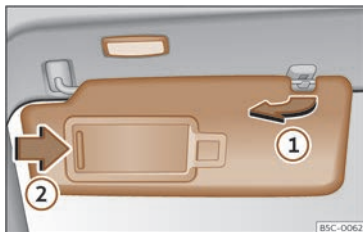

Fig. 111 Parasol.
- O parasol pode extraerse da fixación e xirarse cara á porta >>> **fig. 111 ①**.